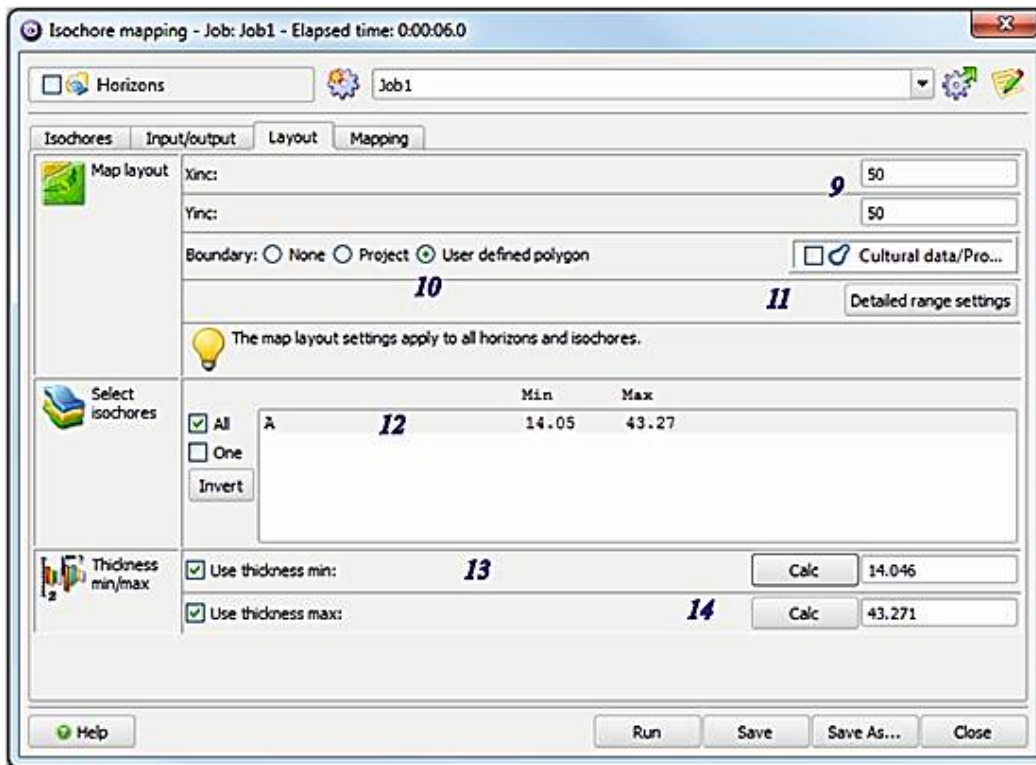

Рисунок 1.36 – Закладка *Layout*
В закладке *Layout* (рис. 1.36) необходимо задать инкремент будущей карты – 50×50 (9).